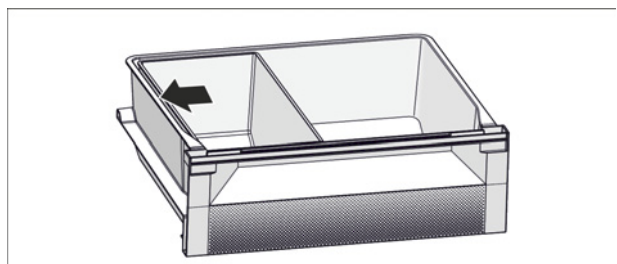

Fig. 6
- ▶ Разместите лоток Fish & Seafood. Изображенная позиция Fig. 6 () обеспечивает оптимальную функцию охлаждения.